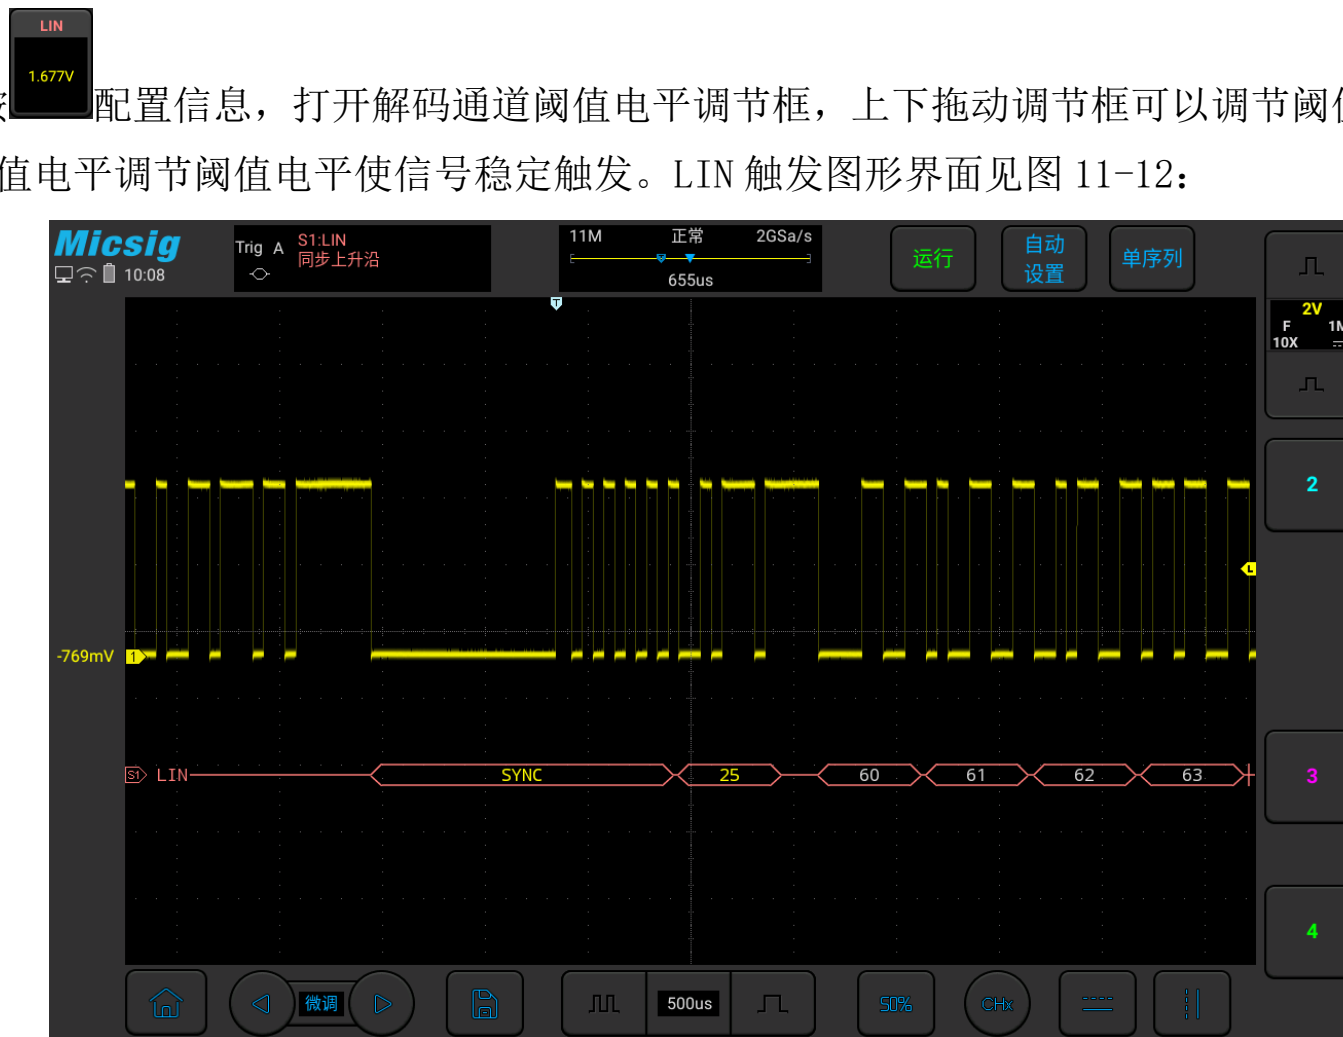

图11-12 LIN 图形界面
- (1) 轻点 S1 打开解码通道，再次点击打开总线配置菜单；
(2) 选择总线类型为“LIN”，依次点选“Ch1”“空闲高”“9.6kb/s”，然后关闭菜单；
(3) 打开触发方式配置菜单，点选“同步上升沿”；
(4) 点按配置信息，打开解码通道阈值电平调节框，上下拖动调节框可以调节阈值电平；根据信号的幅值电平调节阈值电平使信号稳定触发。LIN 触发图形界面见图 11-12：